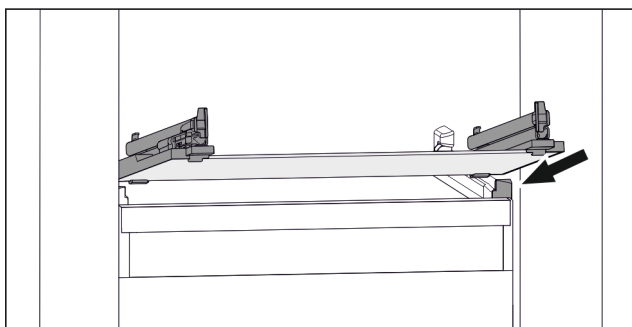

Fig. 49 Vejledende visning af glaspladen
- Sæt glaspladen skråt bag stoppene. (se Fig. 49)